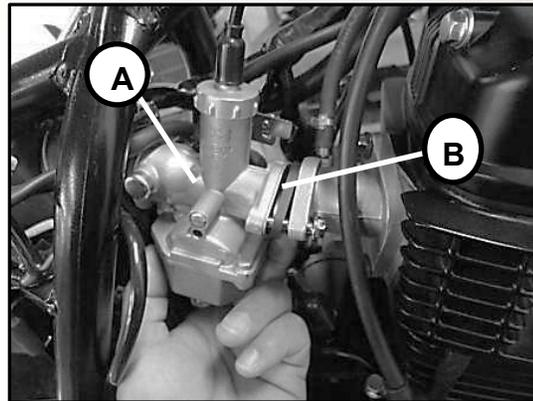

Fig.2.5
- Remueva el carburador **[A]** y luego la váquela del carburador **[B]**. Fig.2.5